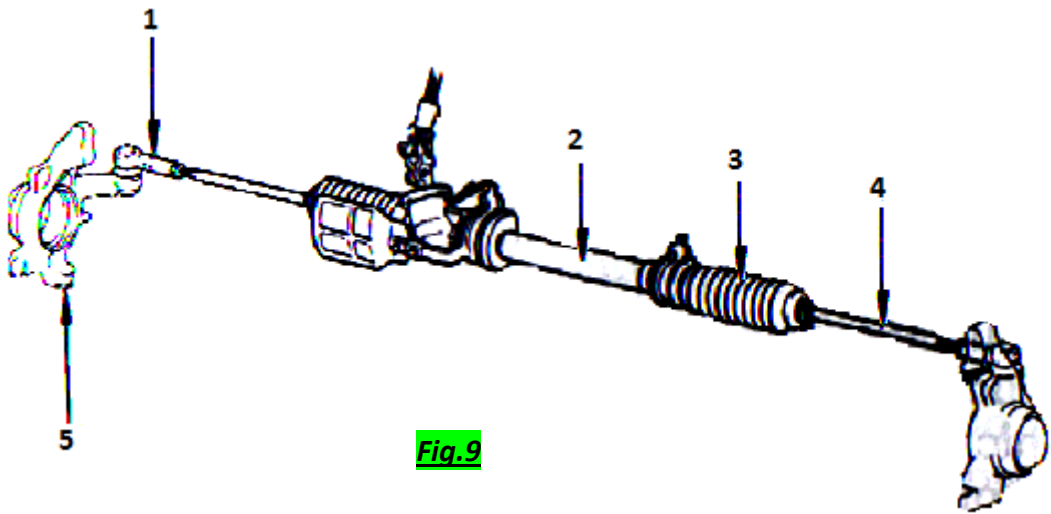

Fig.9
Le conducteur d'un véhicule dont les roues directrices supportées par deux demi essieux symétriques et indépendants (fig.9), constate un jeu excessif pendant l'action de braquage.
- Q28. Faites la nomenclature de cette direction (fig.9);